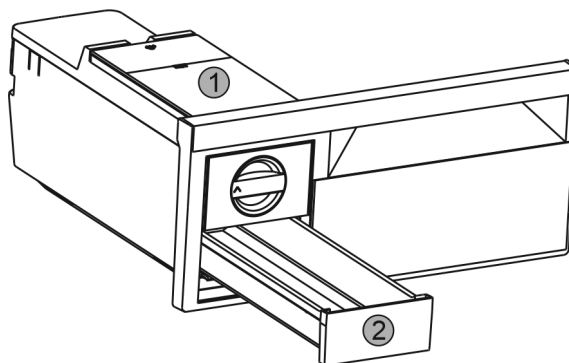

Fig. 62
- ▶ Enlever le réservoir d'eau Fig. 62 (1) et le tiroir à glaçons Fig. 62 (2).